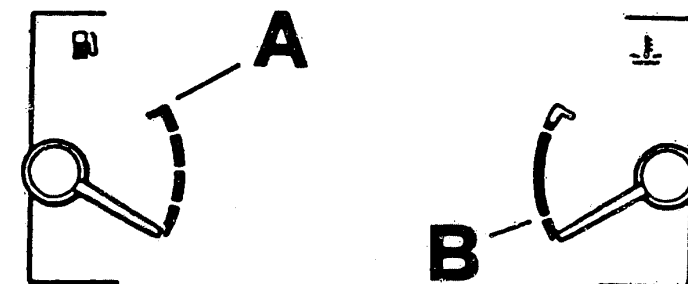

Bild 69 Prüfen der Benzintank- und Kühlmitteltemperaturanzeige.
a) Die **Benzinanzeige** lässt sich prüfen, indem der Stecker vom Geber im Kofferraum abgezogen und zwischen die Anschlussklemmen ein Widerstand von 30 Ohm geschaltet wird (Bild 69 A).
b) Die **Kühlmittel-Temperaturanzeige** wird geprüft, indem anstelle des Temperaturegebers ein Widerstand von 104 Ohm eingeschaltet wird (Bild 69 B).